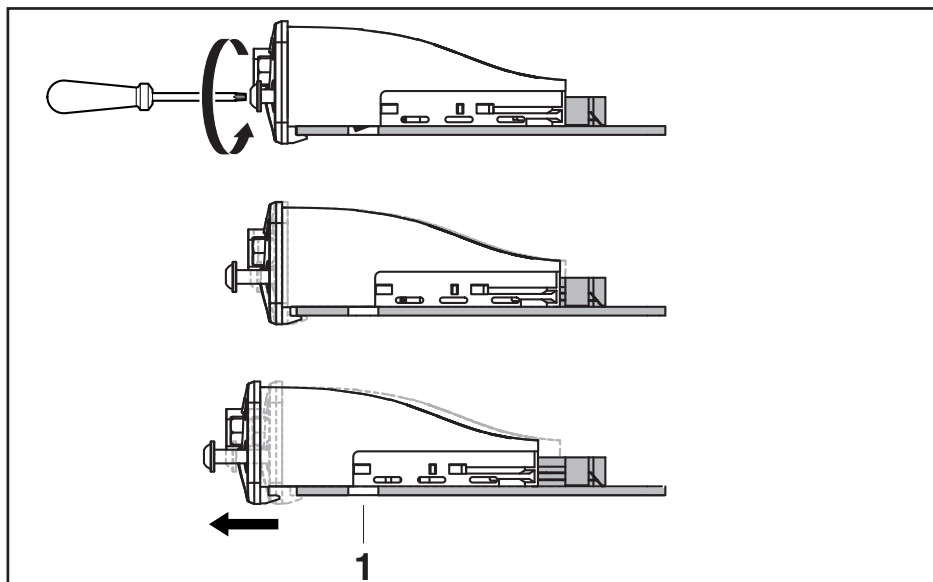

Fig. 4: Soltar a retenção
2. Soltar os parafusos de soquete dianteiros. O módulo de interface IMenip só pode ser totalmente retirado quando a retenção tiver sido completamente solta (ver Fig. 4).